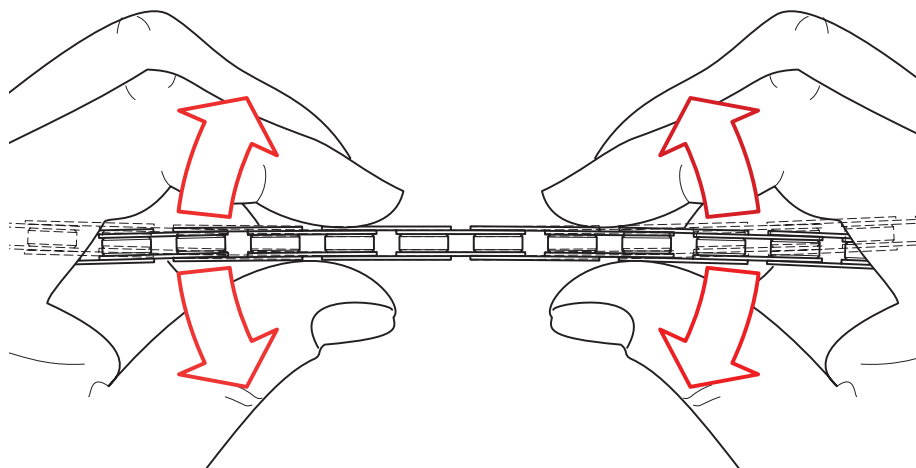

Fig.24
- Eventualmente libere la articulación aplicando ligeras flexiones laterales sobre los eslabones (Fig. 24).